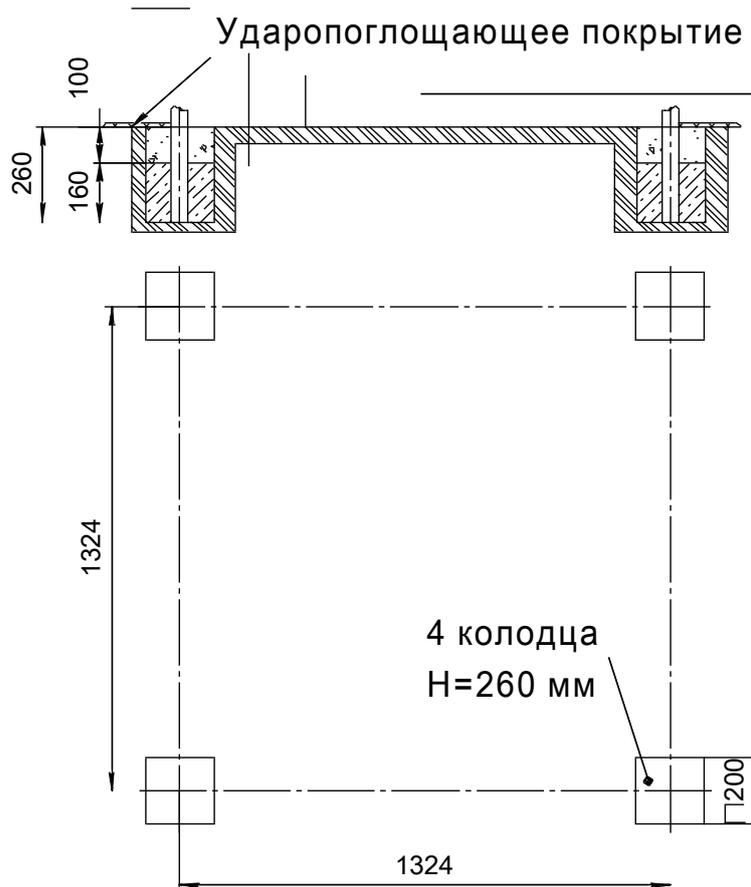

Рис.3
12.3.1 Провести планировку участка, разровнять поверхность установки изделия. Для установки ПЕСОЧНИЦЫ подготовить 4 приямка с размерами 200ммx200мм, глубиной 260мм (см. рис.3).
12.3.11 Установить песочницу в подготовленные прямки и забетонировать (см.рис.3). Бетон фундамента – не ниже класса В15. Объем бетона – 0,03 куб. м.